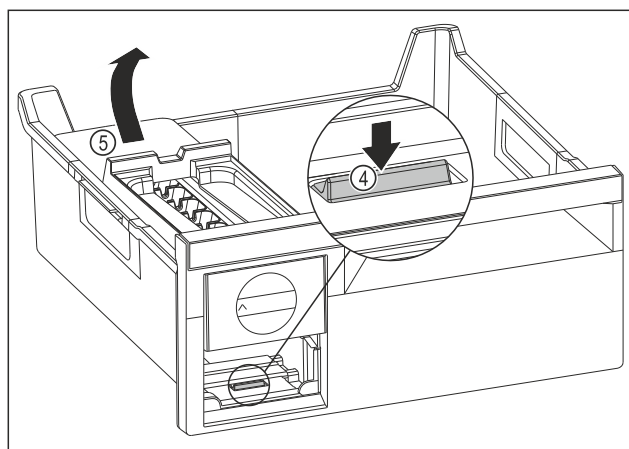

Fig. 172
- ▶ Извлеките корпус EasyTwist-Ice: Надавите пальцем вниз на накладку Fig. 172 (4) и одновременно другой рукой поднимите корпус EasyTwist-Ice Fig. 172 (5) сзади.